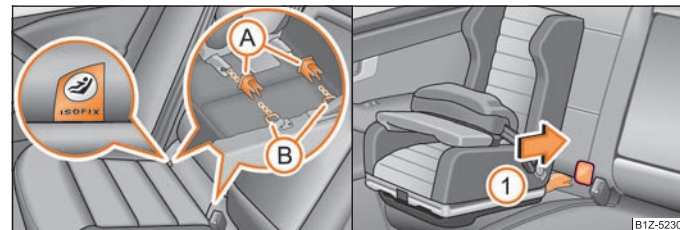

Fig. 109 Anillos de retención (sistema ISOFIX)/el asiento infantil ISOFIX se introduce en los conos de alojamiento montados
Entre el respaldo y la banqueta del asiento del acompañante se encuentran dos argollas de sujeción* para la sujeción de un asiento infantil por medio del sistema "ISOFIX". En los asientos posteriores exteriores, las argollas de sujeción se encuentran bajo el acolchado. Los puntos están marcados mediante unos letreros con el rótulo "ISOFIX" ⇒ fig. 109 - lado izquierdo.
- Introduzca los conos receptores (A) en las argollas de sujeción (B) entre el respaldo y la banqueta ⇒ fig. 109.
- Empuje los reposabrazos del asiento infantil en las argollas de sujeción en la dirección de la flecha (1), hasta que encaje de forma audible ⇒ fig. 109.